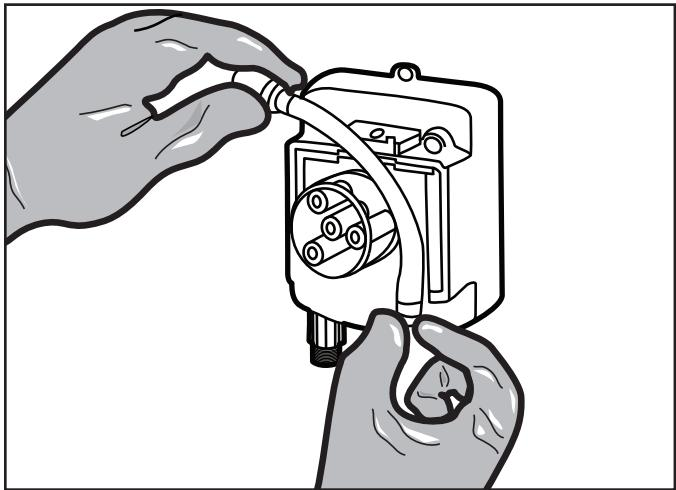

Figure 19. Trousser d'assemblage de rouleau
- Dégager les raccords des fentes pour enlever le tube. Se reporter à la Figure 19.